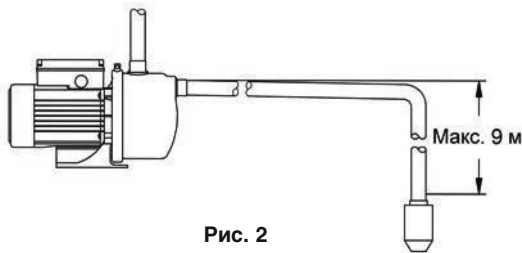

Рис. 2
8.5. Труба всасывающей магистрали присоединяется к входному резьбовому отверстию, находящемуся на торце насосной части электронасоса. При монтаже всасывающей магистрали необходимо обеспечить ей непрерывный угол наклона от насоса к источнику водозабора не менее 1° к горизонту (рис. 2). Обратные углы не допускаются. Следует иметь в виду, что при максимально допустимой высоте всасывания 9 м, максимальный напор электронасоса уменьшится на 9 м, вследствие чего давление воды в системе не сможет достичь 3 атм. и реле давления не будет отключать электронасос.